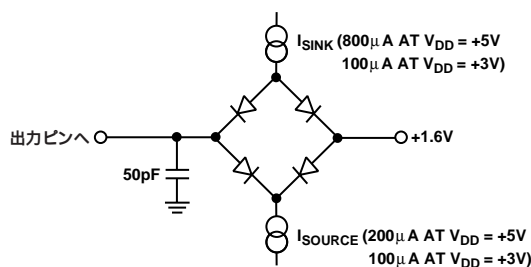

図1. アクセス時間とバス放棄時間の測定に対する負荷回路
- これらの値は図1の負荷回路を使用して測定し、出力が V_{OL} または V_{OH} の規定値を通過するために要する時間として定義されます。
- これらの値は図1の負荷回路を使用してデータ出力が0.5V変化する際に測定された時間から導いています。50 pFのキャパシタの充電または放電の影響を除くため、これらの測定値はその後外挿して補正されています。これは、タイミング特性として使用されている時間がデバイスの真のバス放棄時間であり、外部バス負荷容量に無関係であることを意味します。